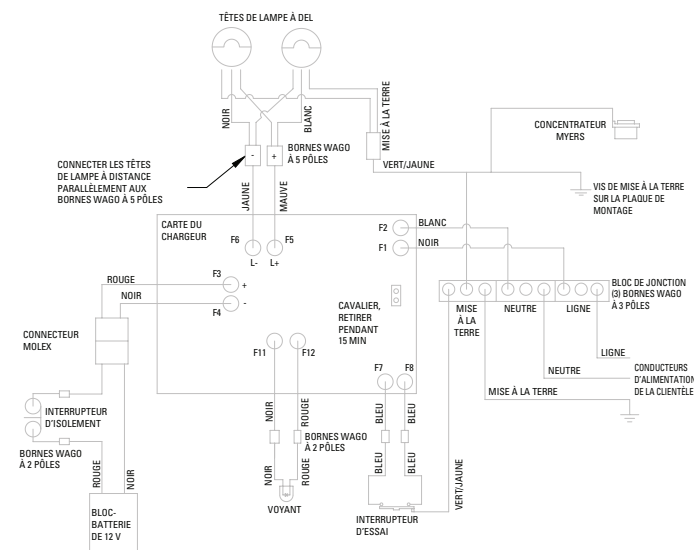

Figure 1. Schéma de câblage
- Desserrer (sans retirer) les six (6) vis du couvercle du boîtier de système d'alimentation N2LPSM2, puis mettre le couvercle de côté pour le réassemblage plus tard.
- Retirer les quatre (4) vis M6 x 1 (1/4-20 po) et les rondelles de blocage qui fixent la plaque de montage au boîtier, puis débrancher les fils conducteurs du voyant, du bloc-batterie, du bouton-poussoir et des têtes de lampe. Si l'interrupteur d'isolement externe est activé sur le dispositif, déconnecter les fils de cet interrupteur sur la sortie de la batterie, près des connecteurs Wago.
- Installer le nouvel assemblage intérieur dans le boîtier actuel à l'aide des quatre (4) vis M6 x 1 (1/4-20 po) et des rondelles de blocage retirées à l'étape 4. Serrer les vis à un couple de 2,4 à 2,8 Nm (21 à 25 lb-po).
- Effectuer tous les raccordements électriques conformément au schéma de câblage affiché sur le nouvel assemblage (figure 1).